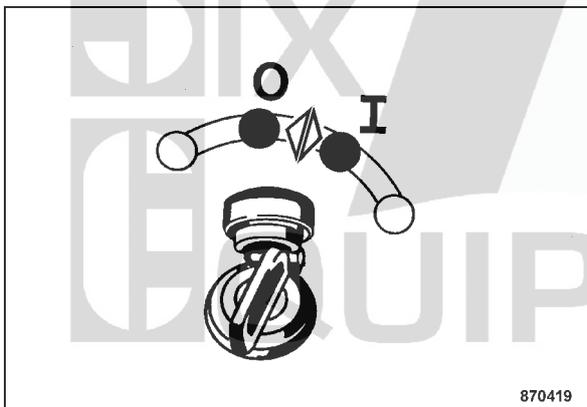

fig. 127
- Couper puis remettre le contact (fig. 127).